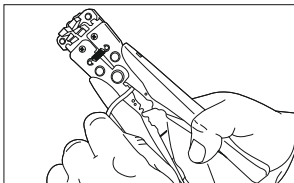

Рисунок 2
5.2 Отрезать необходимую длину провода. Для этого можно воспользоваться встроенным в стриппер резак (рисунок 2).